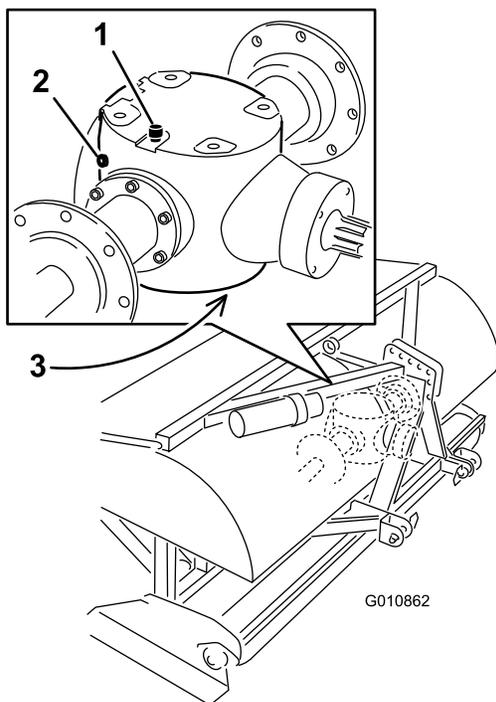

図 32
2. ギアボックスの点検プラグを外す (図 32)。
3. 点検プラグの穴のふちまで油量があればよい (図 32)。
1. 内部に異物が侵入しないよう、通気/補給プラグおよびドレン・プラグの周囲をきれいに拭く (図 32)。